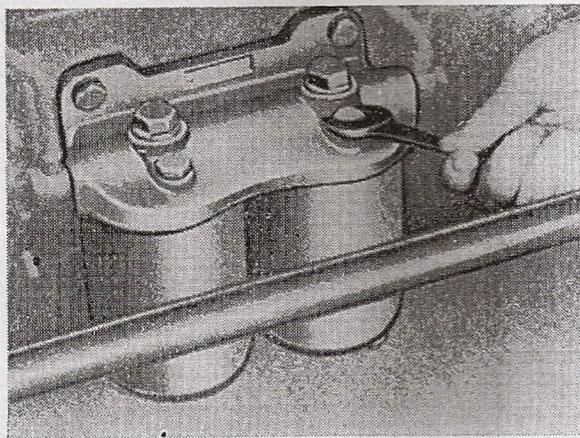

Fig. 34
2. Desserer les vis de purge des filtres à combustible (fig. 34) et pomper à la main avec la pompe d'alimentation jusqu'à ce que le combustible